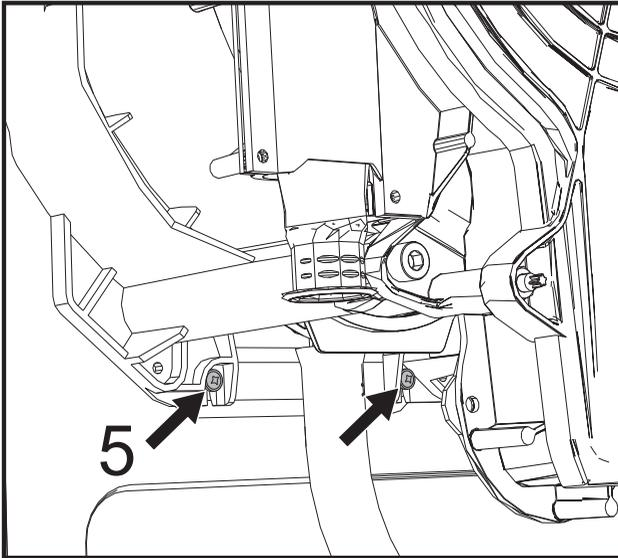

fig. 64
- Allentare le 2 viti **inferiori "5"** di fissaggio scambiatore al telaio (fig. 64).